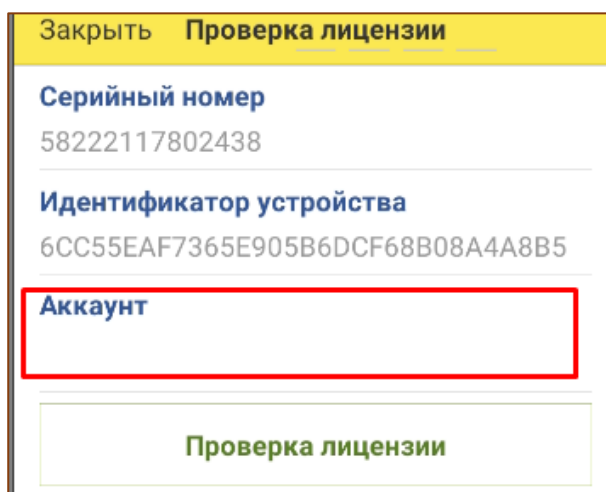

Рис. 5.25 – Ввод ключа
2. Ввести ключ лицензии в поле «Аккаунт». Как правило, это ИНН организации, оплатившей лицензию. Проверить, чтобы не было лишнего пробела (Рис. 5.25);